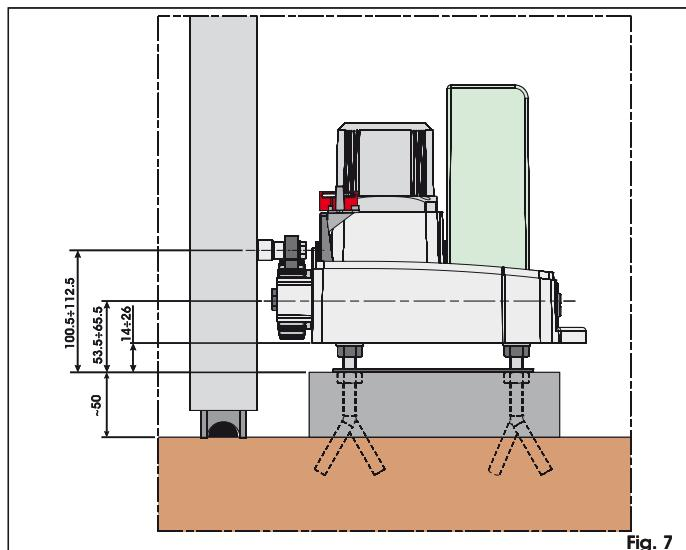
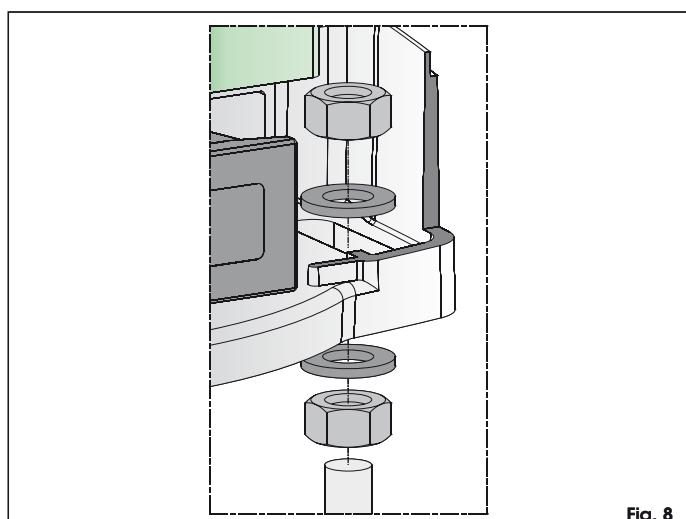

Fig. 7
Fig. 8
- È consigliabile collocare la piastra su un basamento di cemento a circa 50 mm dal suolo (fig. 7).
7. Fissare l'operatore sulla piastra di fondazione utilizzando le viti e rondelle in dotazione come da fig. 8. Il posizionamento dell'operatore è indicato nella fig. 7. Durante tale operazione fare passare i cavi elettrici attraverso l'apposito foro presente sulla base del corpo del motoriduttore.